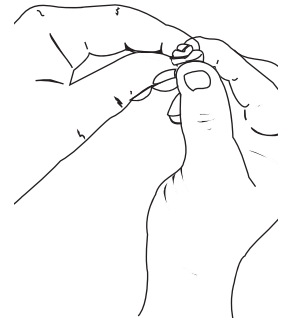

Fig. 34
5. Apriete el filtro para esparcir y retirar el exceso de aceite (Fig. 34).